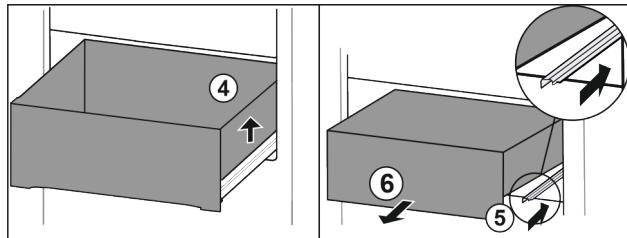

Fig. 20
- Повдигнете чекмеджето отляво. Fig. 20 (4)
- Вкарайте дясната релса. Fig. 20 (5)
- Извадете чекмеджето напред. Fig. 20 (6)